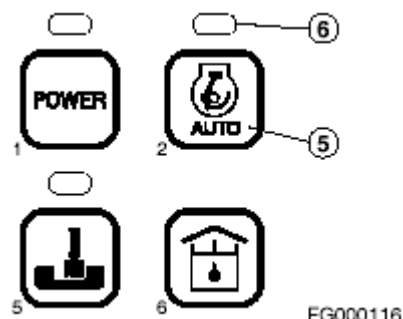

Рисунок 42
3. При нажатии на кнопку с соответствующим символом (3, рисунок 42), символ загорается, и функция автоматического холостого хода активируется. Для деактивации функции автоматического холостого хода снова нажмите кнопку выбора автоматического холостого хода (5, рисунок 42). В этом случае символ погаснет.